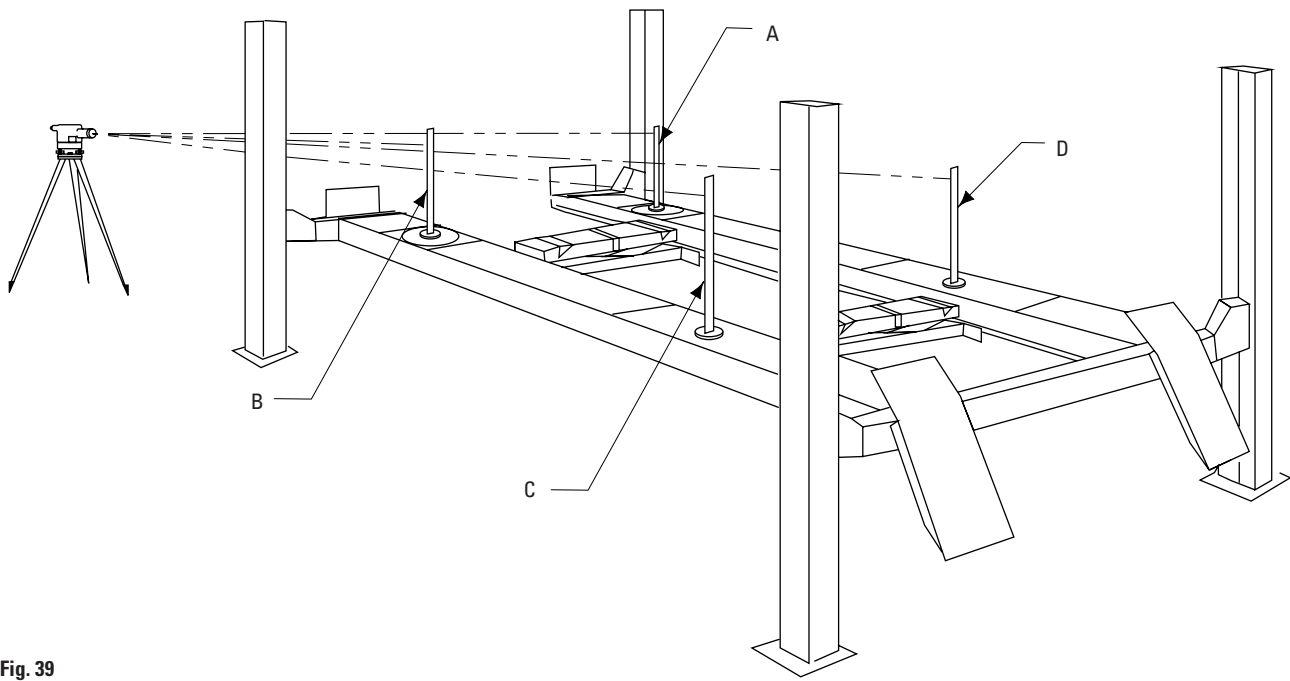
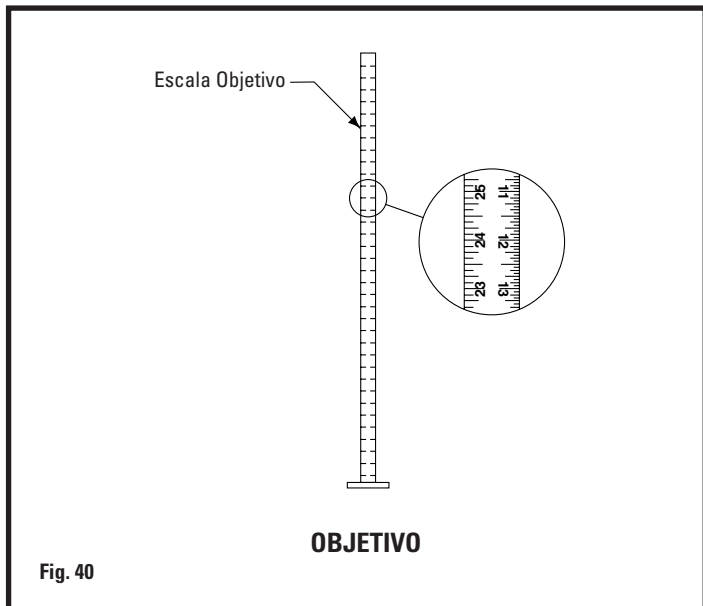

Fig. 39
Fig. 40
- D. Comenzando con la posición del objetivo "A", Fig. 39, dirija el Nivel al objetivo y marque el número o la graduación en la escala de pulgadas del objetivo que se alinee con la retícula del Nivel, Fig. 40.
- E. Luego, mueva el objetivo y colóquelo sobre el calibrador del radio de giro en el punto "B", Fig. 39.
- G. Ajuste la tuerca de ajuste en el perno de ajuste de la base del seguro de cierre en la cima de la columna en la posición "B", Fig. 39, aflojando la tuerca de seguridad y girando la tuerca de ajuste hasta que el cruce del Nivel se alinee a la marca de referencia en la escala objetivo.
- I. Siempre vuelva a verificar el nivel de los carriles para asegurarse de que todas las bases del seguro de cierre estén ajustadas correctamente. Comience en el punto "A" y vuelva a verificar el nivel en los puntos "B", "C" y "D", Fig. 39. Reajuste, si se necesita. Los carriles están ahora nivelados en los cuatro puntos.